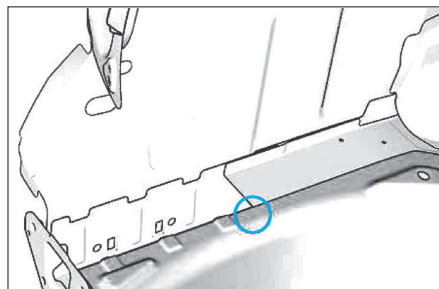

FIG. 64
- Poser le plancher et neuf et le former au longeron (Fig.64).